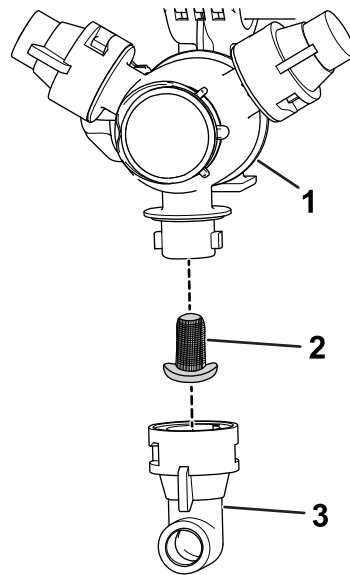

图 106
2. 从喷嘴转动架卸下喷嘴图 106。
3. 拆下旧喷嘴过滤器图 106。
4. 安装新喷嘴过滤器图 106。
5. 将喷嘴安装到喷嘴转动架上图 106。